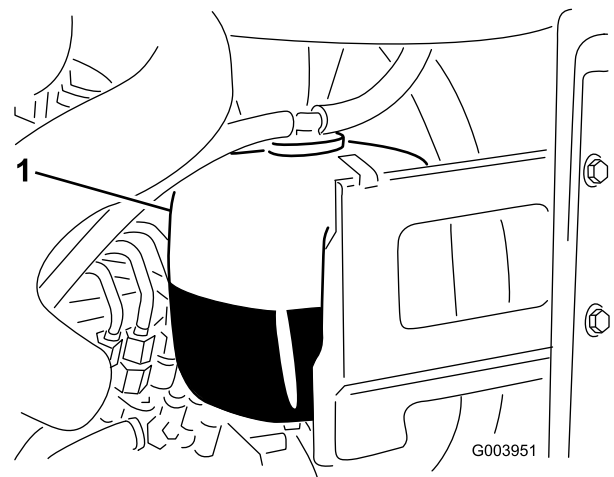

Figura 32
- Controllate il livello di refrigerante nel serbatoio di espansione (Figura 32).